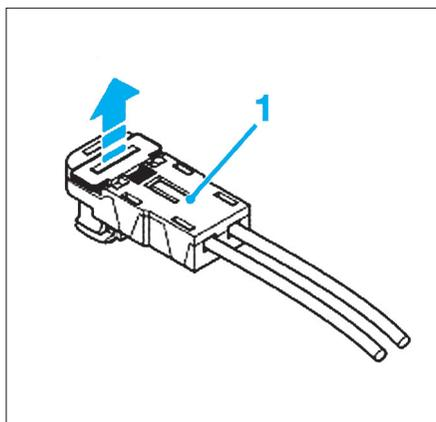
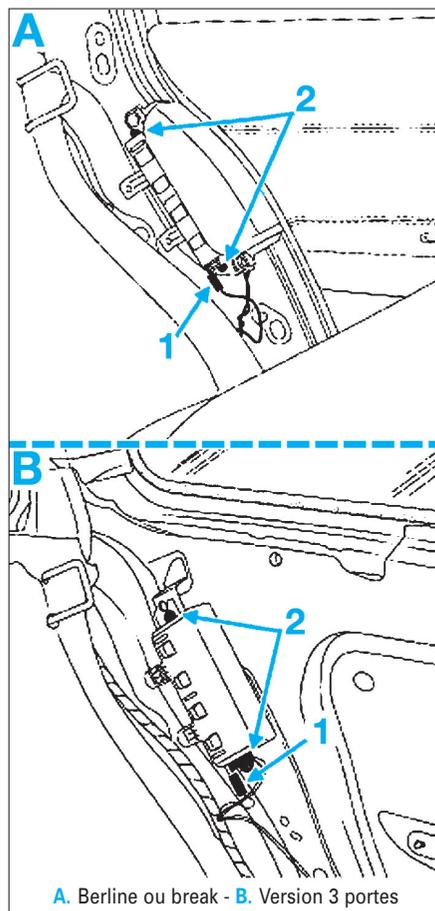

FIG. 5
FIG. 9
- Déverrouiller le connecteur (1) de l'airbag puis le débrancher (Fig.5).
- Déverrouiller le connecteur (1) de l'airbag (Fig.5) et le débrancher.
- Déverrouiller le connecteur (1) de l'airbag et le débrancher (Fig.5) et (Fig.9).
- les 2 vis de fixation (2) (Fig.9)
- Déverrouiller le connecteur (1) de l'airbag et le débrancher (Fig.5) et (Fig.10).